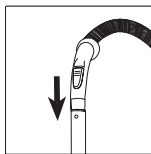
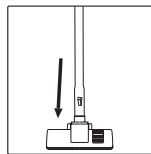

Рис. 2
Рис. 3
- Присоедините телескопическую удлинительную трубку (4) к ручке гибкого шланга (5) (рис. 2).
- Выдвиньте нижнюю часть телескопической трубки (4) на необходимую длину, предварительно нажав на фиксатор (3).
- Выберите необходимую насадку – щётку для пола/ковровых покрытий (1), щелевую насадку (28), комбинированную щелевую насадку (29) или насадку для паркета (27) и подсоедините её к телескопической удлинительной трубке (4) (рис. 3).
- Щелевую насадку (28) и комбинированную насадку (29) можно присоединять к ручке гибкого шланга (5).